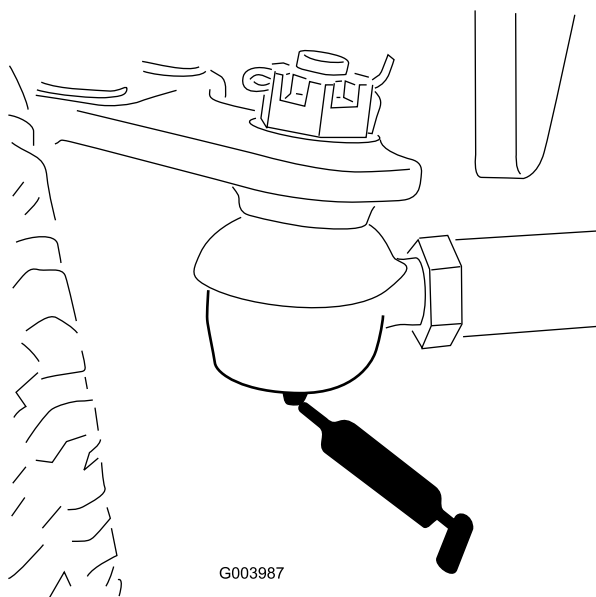

Bild 31
- Spurstange der Hinterachse (2) (Bild 31)